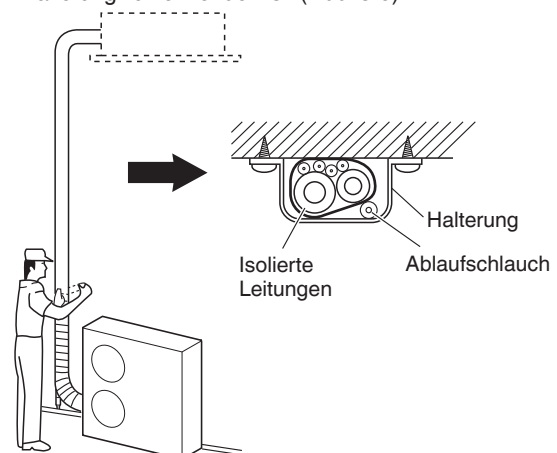

Abb. 5-9
- (1) Die Kühlmittelleitungen (und die elektrischen Kabel, falls die örtlichen Vorschriften dies erlauben) sollten mit Bewehrungsband in einem Bündel zusammengelegt werden. Um zu verhindern, dass durch Kondensationsbildung die Auffangwanne überläuft, muss der Ablaufschlauch von der Kühlmittelleitung getrennt verlegt werden.
- (2) Das Bewehrungsband von der Unterseite der Außeneinheit bis zum Ende der Leitung am Eingang zur Wand anbringen. Beim Umwickeln das Band jeweils um eine halbe Bandbreite überlappen.
- (3) Die gebündelten Leitungen an der Wand befestigen, wobei im Abstand von ungefähr einem Meter jeweils eine Halterung zu verwenden ist. (Abb. 5-9)